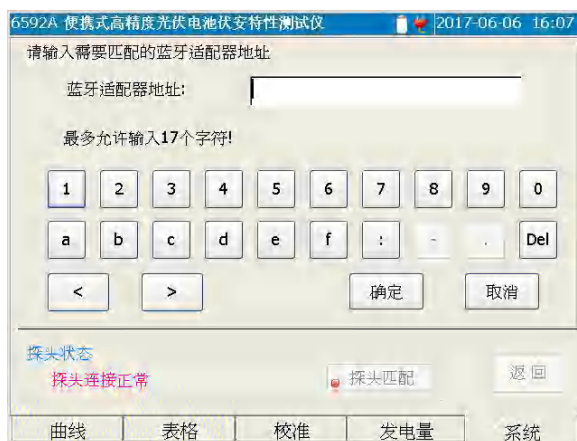

图 5-33 蓝牙适配器地址输入窗口
- k) 【探头匹配】：点击此按钮后，执行主机与辐照度计之间的蓝牙匹配功能。出厂时，主机已与随机配备的辐照度计进行了蓝牙匹配，开机后可直接通信。如果更换辐照度计，则首先必须执行蓝牙匹配之后，才能建立主机和辐照度计之间的蓝牙通信连接。辐照度计的蓝牙适配器地址见探头背面的标签。点击此按钮初始化蓝牙成功后，将弹出如图 5-33 所示的窗口，在这个窗口中输入辐照度计的蓝牙适配器匹配地址，然后点击【确定】按钮退出。则仪器将根据设定的地址进行匹配，如果匹配并连接成功，则  键的指示灯将快闪。如果点击【取消】按钮，则不执行匹配操作，并退出地址输入窗口。